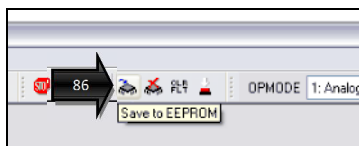

Рисунок 31 – Сохранение параметров в памяти S700
5.20 Нажатием иконки  в верхнем меню «DriveGUI» (рис. 31) сохранить настройки в памяти сервоусилителя S700.